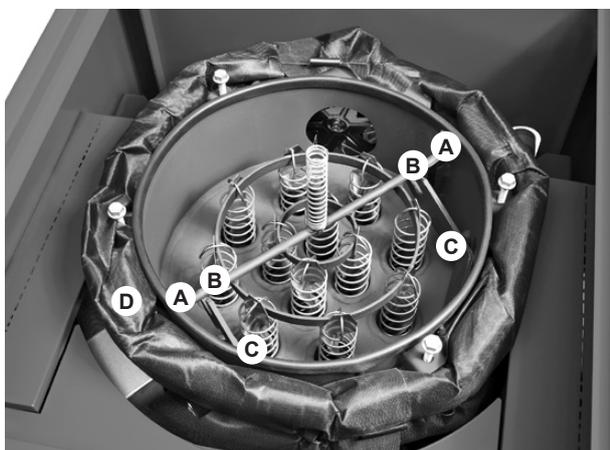

Fig. 08
6. Applicare sulle seguenti parti (Fig. 08) del grasso lubrificante adesivo:
- Guide (A)
- Punti di contatto tubo sagomato-leva (B)
- Centri rotazione della leva (C)
- Disco eccentrico (D)